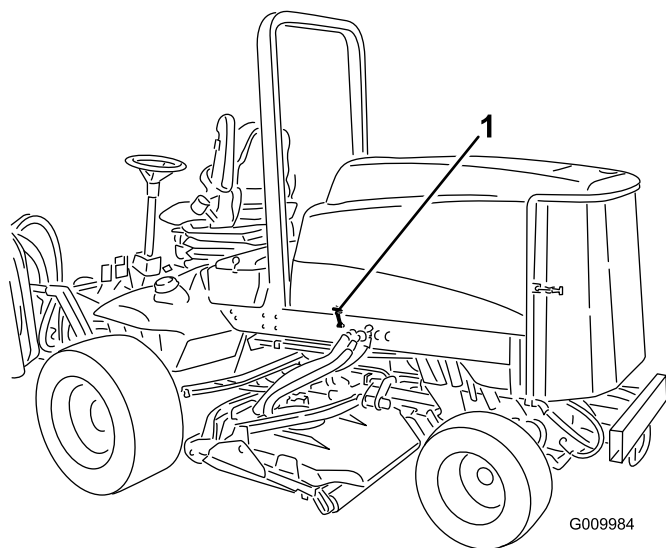

Figure 16
1. Déverrouillez le capot (Figure 16) et faites-le pivoter pour l'ouvrir.